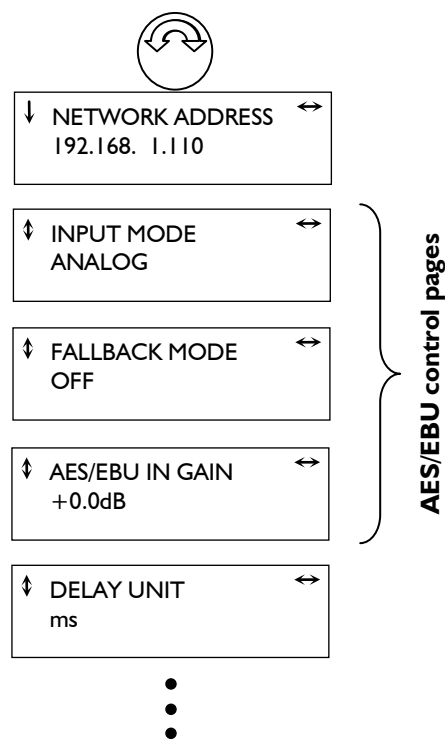

図 14: OPTIONS のコントロールページ
3. OPTIONS メニューに AES/EBU コントロールページ 3 つがあり(図 14)、AES/EBU インプットモードが選択できることを確認してください(図 15)。
3. OK キーまたはエンコーダーホイールを押し、OPTIONS メニューに入ります(図 14)。